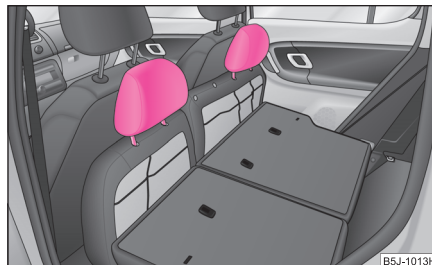

Abb. 54 Rücksitze: Kopfstützen in Rücksitzflächen
- Die Kopfstützen können in die entsprechenden Öffnungen der vorgeklappten Rücksitzflächen eingesteckt werden ⇒ Seite 62, Abb. 54.